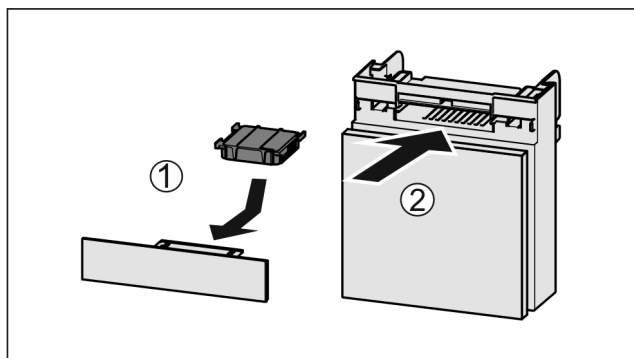

Fig. 196
- ▶ Установите фильтр с активированным углем, как показано на рисунке Fig. 196 (1).
- ▶ Вставьте отделение Fig. 196 (2).